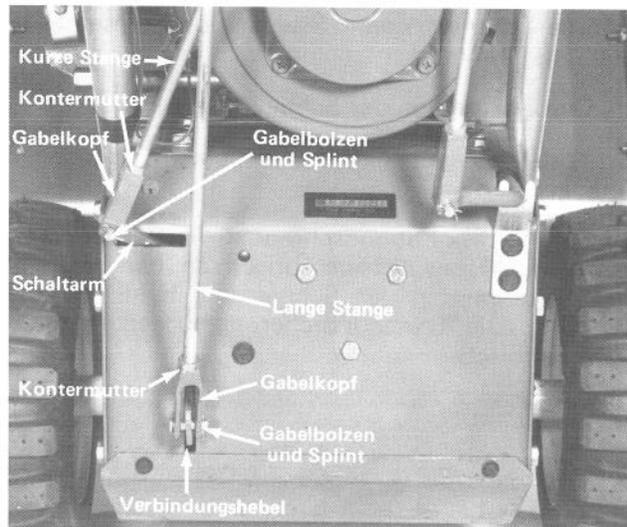

Abb. 7
kopf verdrehen, bis sich die Bohrung in der Gabel mit der Bohrung im Verbindungshebel deckt (Abb. 7). Dann den Bolzen durch Gabelkopf und Verbindungshebel schieben und mit dem Splint sichern (Abb. 7).
4. Den Schaltarm ganz nach links schieben (Abb. 7) und dann den Gabelkopf am Ende der kurzen Stange so verdrehen, dass sich die Bohrungen in Gabelkopf und Schaltarm decken (Abb. 7). Nun den Gabelkopf und Schaltarm mit dem Bolzen verbinden und mittels Splint sichern (Abb. 7).
5. Die Kontermutter oben an beiden Gabelköpfen festziehen (Abb. 7).